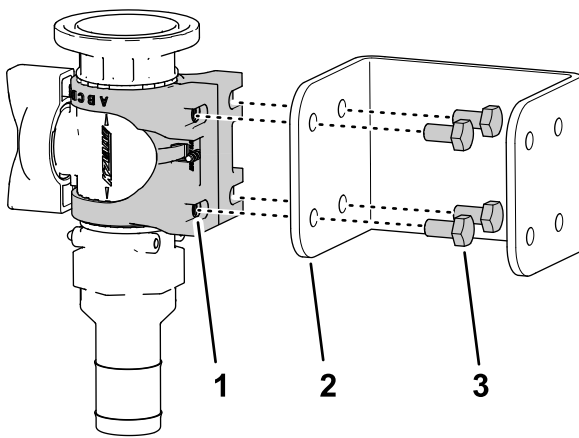

Bild 41
- Befestigen Sie die Ventilbefestigung mit den vier Bundkopfschrauben (M6 x 12 mm) und vier Flachscheiben an der Regelventilhalterung (Bild 41); ziehen Sie die Schrauben mit 10–12 N·m an.